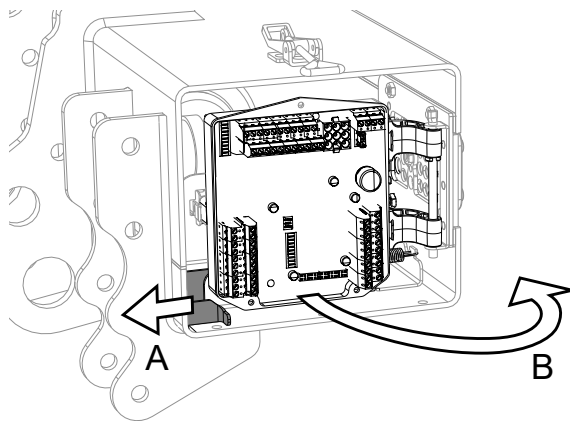
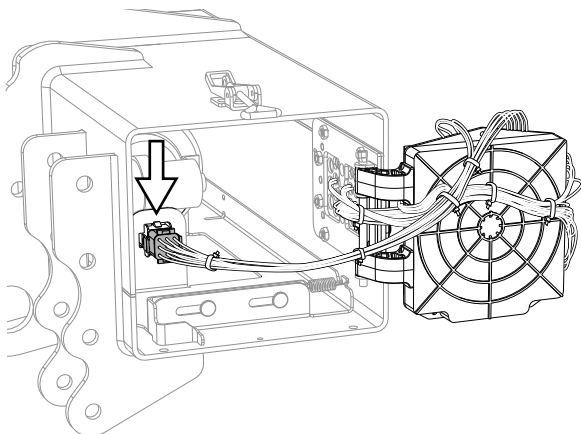

Abb.17. Entriegelung
Abb.18. Anschlussbuchse
3. Die Steuerplatine (B) herausklappen und den Kabelbaum am Stecker des Hydraulikaggregats lösen, siehe Abb.17 und Abb.18.